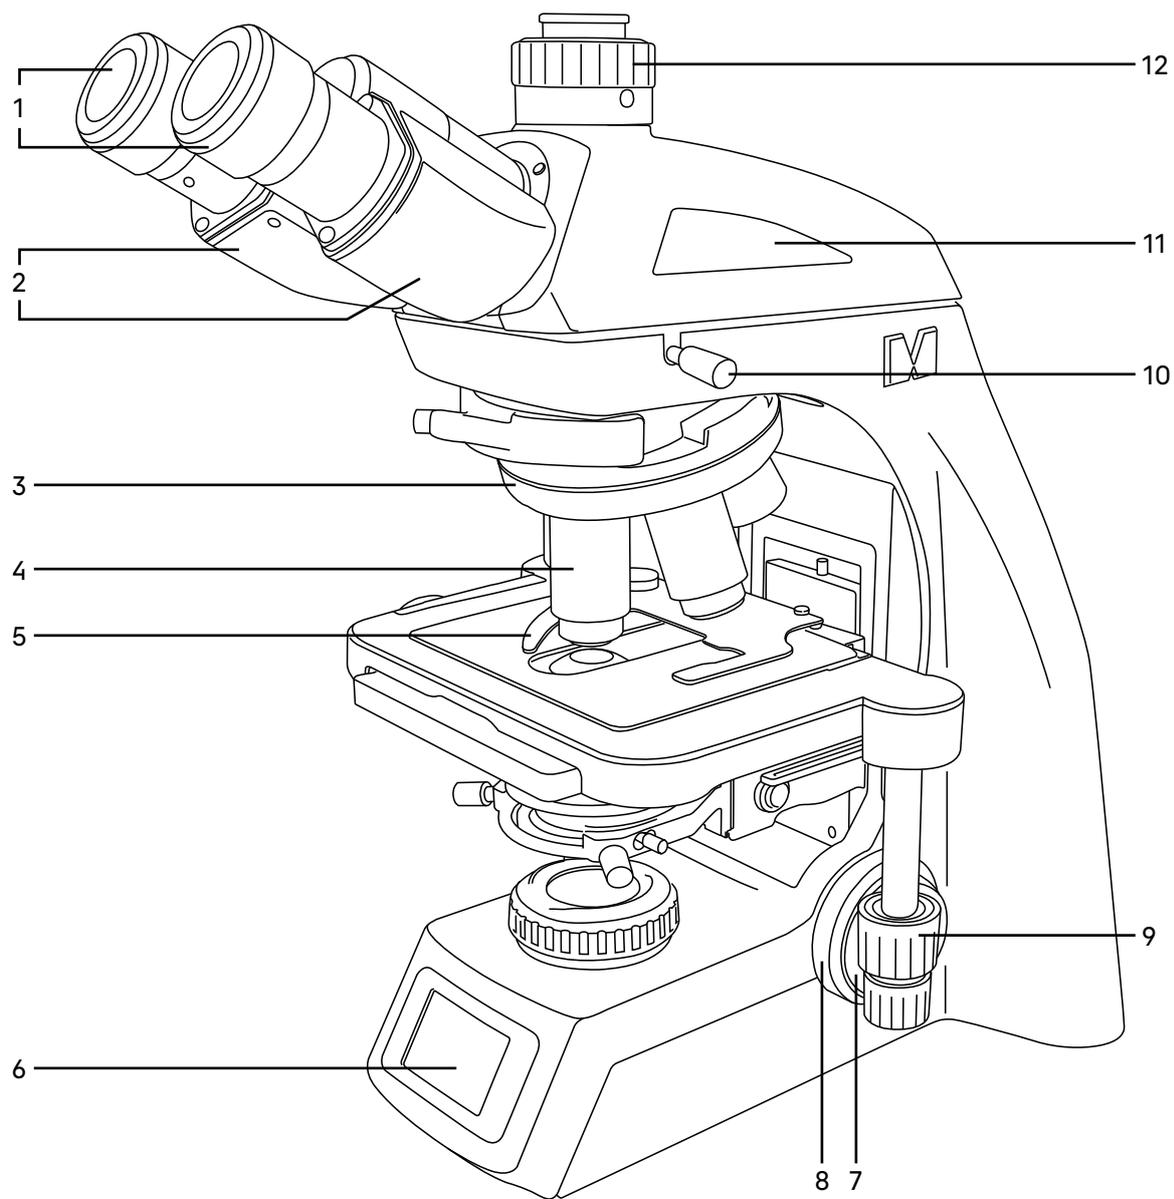
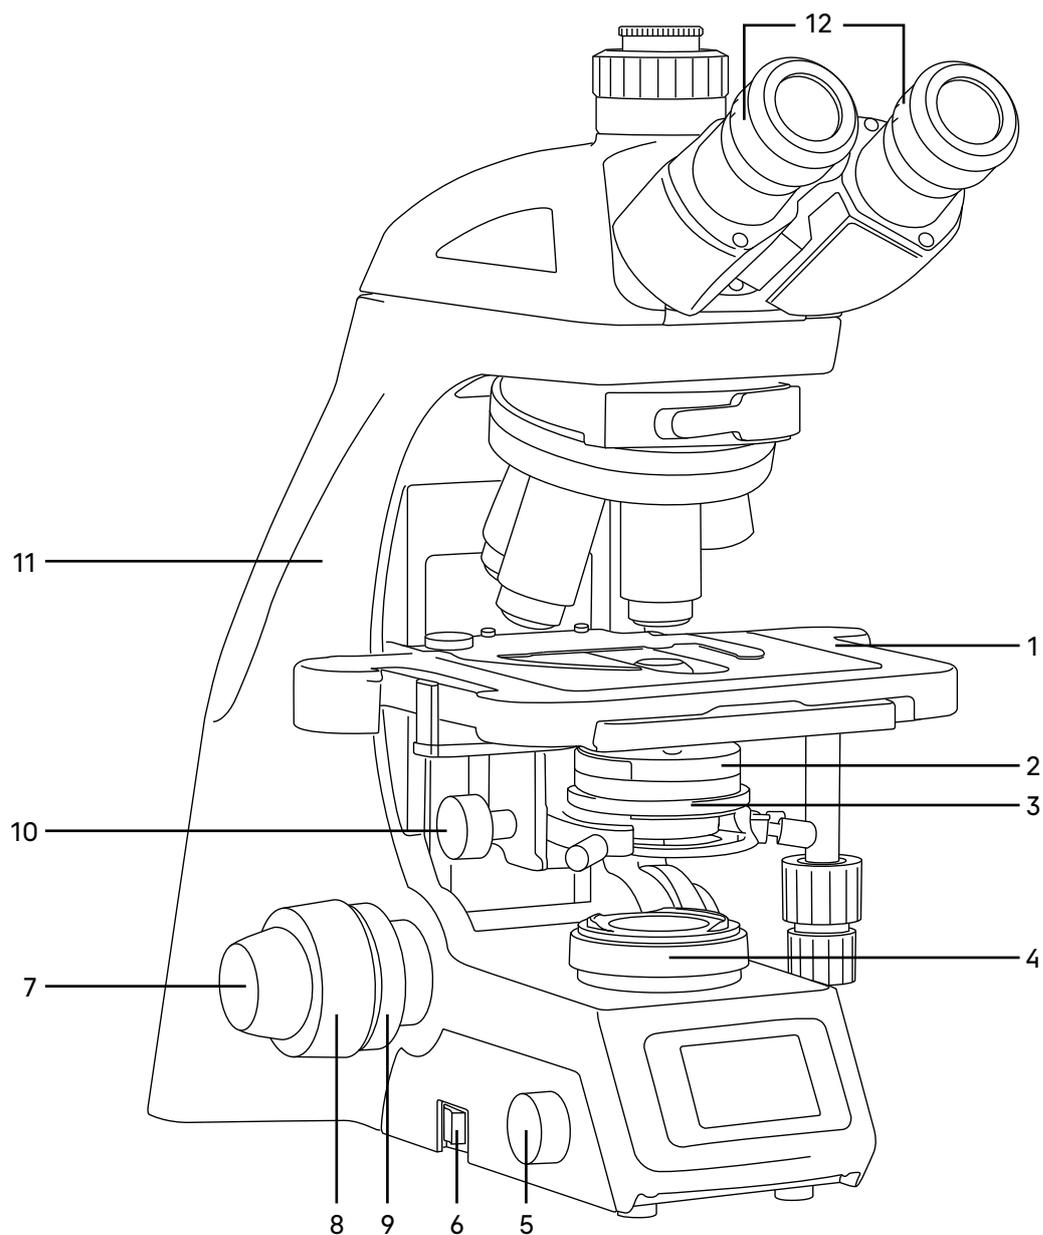

Рис. 1. Микроскоп биологический MAGUS Bio 260. Вид справа
Рис. 2. Микроскоп биологический MAGUS Bio 260. Вид слева
Общий вид микроскопа представлен на рис. 1, 2 и 3.
Штатив 11 (рис. 2) представляет собой цельную конструкцию с основанием. Основание имеет Y-образную устойчивую эргономичную форму.
- револьвер 3 (рис. 1) с объективами 4 (рис.1);
- предметный столик 1 (рис. 2);
- конденсор 3 (рис. 2);
- коллектор в оправе 4 (рис. 2).
Слева на основании штатива расположена кнопка выключателя электропитания 6 (рис. 2).
Ручка 5 (рис. 2) служит для управления системой освещения.
Фокусировка на объект осуществляется перемещением по высоте предметного столика 1 (рис. 2). Грубая фокусировка производится вращением рукоятки 8 (рис. 1, 2), расположенных по обеим сторонам штатива.
Тонкая фокусировка производится вращением рукояток 7 (рис. 1, 2), расположенных по обеим сторонам штатива. Тонкая фокусировка требуется для точного фокусирования на объект и для подфокусировки микроскопа на резкость изображения при смене объективов и препаратов.
Механизм регулировки жесткости хода грубой фокусировки 9 (рис. 2) – кольцо между штативом и рукояткой грубой фокусировки с левой стороны. С помощью кольца регулируется жесткость хода грубой фокусировки так, чтобы жесткость была комфортной для пользователя, но при этом столик не опускался самопроизвольно во время работы.
Визуальная насадка обеспечивает визуальное наблюдение изображения объекта. Насадка устанавливается в отверстие штатива 11 (рис. 2) и закрепляется винтом 10 (рис. 1). Насадку при установке развернуть окулярами в сторону предметного столика.
Изменение межзрачкового расстояния в насадке осуществляется разворотом окулярных тубусов 2 (рис. 1) в пределах 47–78 мм. Значение расстояния, установленного в соответствии с глазной базой наблюдателя, отсчитывается по шкале на насадке.
Механизм диоптрийной подвижки окуляров служит для компенсации аметропии глаз наблюдателя. Находится на обоих окулярных тубусах – кольцо 12 (рис. 2).
Тринокулярная визуальная насадка: в вертикальный выход корпуса визуальной насадки 12 (рис. 1) (канал визуализации) для фиксации камеры установлен переходник C-mount. Камера служит для вывода изображения на экран компьютера или монитор/телевизор. Деление светового потока окуляры/канал визуализации (в %): 50/50.
В комплект микроскопа входят окуляры 1 (рис. 1). Окуляры имеют высокое положение выходного зрачка и предназначены для работы как в очках, так и без них.
Револьверное устройство 3 (рис. 1) обеспечивает установку пяти объективов 4 (рис. 1). Смена объективов производится вращением револьверного устройства за рифленую поверхность до фиксированного положения.
Объективы 4 (рис. 1) рассчитаны на длину тубуса «бесконечность». Парфокальная высота объективов 60 мм, линейное поле зрения в плоскости изображения 22 мм. Рассчитаны для работы с препаратами с толщиной покровного стекла 0,17 мм или без покровного стекла. Микроскоп укомплектован объективами-планахроматами с увеличением 4х, 10х, 40х, 100х. Дополнительно возможна комплектация объективами другого увеличения, типа коррекции и иммерсионной системы.
Конденсор 3 (рис. 2) установлен под предметным столиком микроскопа. Конденсор устанавливается по направляющим при поднятом столике и опущенном кронштейне. Конденсор фиксируется в кронштейне винтом справа. Кронштейн конденсора имеет пружинный держатель, с помощью которого двумя винтами конденсор центрируется в оптической оси.
Перемещение конденсора вдоль оптической оси микроскопа осуществляется с помощью рукоятки перемещения кронштейна конденсора 10 (рис. 2), расположенной слева от наблюдателя под столиком микроскопа. Диапазон перемещения конденсора – не менее 26 мм.
Ирисовая апертурная диафрагма регулируется (открывается/закрывается) кольцом 2 (рис. 2). Конденсор имеет маркировку увеличения объективов. Для достижения наилучшего качества изображения рекомендуется прикрывать апертурную диафрагму конденсора приблизительно на 1/3 диаметра выходного зрачка объектива. В таком положении рукоятка регулировки диафрагмы совпадает с цифровым обозначением объектива, введенного в ход лучей, и обеспечивает изображение с хорошей контрастностью.
Двухкоординатный предметный столик 1 (рис. 2) обеспечивает перемещение объекта в двух взаимно-перпендикулярных направлениях с помощью рукояток 9 (рис. 1), расположенных на одной оси.
У столика отсутствует выдвижная зубчатая рейка по оси X, что повышает эргономичность работы. Механизм с ременной передачей плавно перемещает объект. Объект крепится на поверхности столика между держателем и прижимом препаратодержателя 5 (рис. 1), для чего прижим отводится в сторону. Препаратодержатель крепится к столику при помощи двух винтов. При снятом препаратодержателе объект можно перемещать рукой.
Встроенный в основание микроскопа осветитель включает коллектор в оправе 4 (рис. 2) и источник света – светодиод. Включение осветителя осуществляется с помощью выключателя питания 6 (рис. 2) на левой панели штатива. Регулировка яркости осуществляется ручкой 5 (рис. 2).